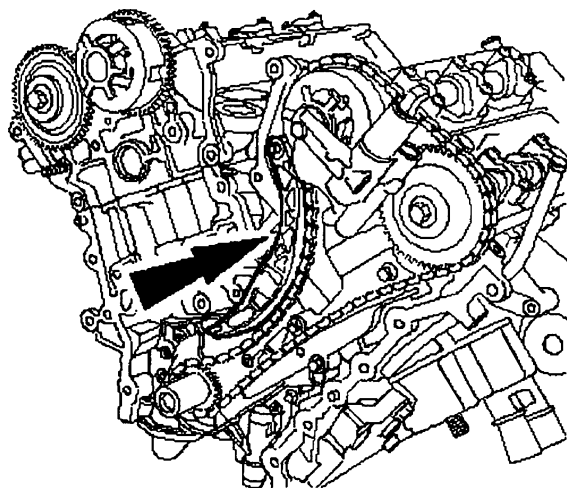

图 11-12 拆卸左侧正时链条张紧器内侧导轨
16) 拆卸左侧正时链条张紧器内侧导轨, 如图 11-12 所示。